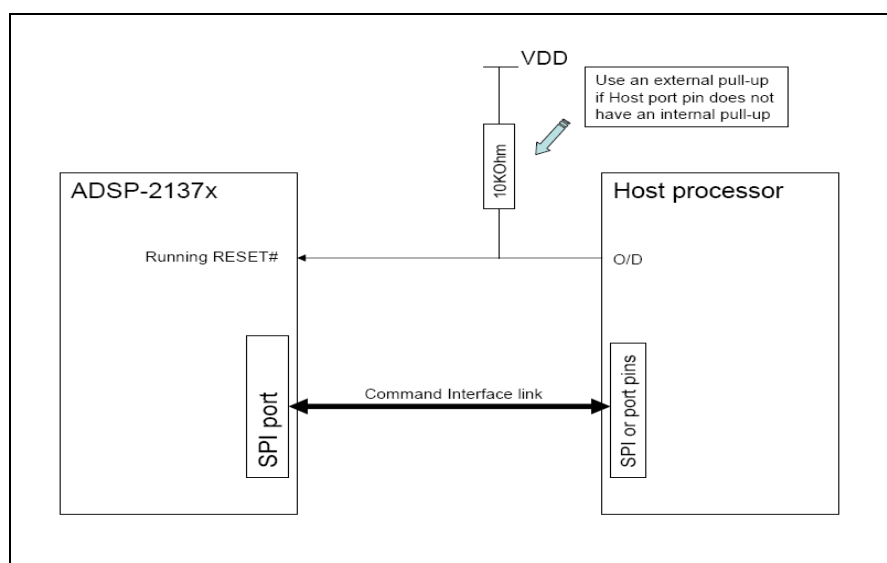

図1. リセット方式の実行を示す一般的なシステム・ブロック図
- もう 1 つの例は、ADSP-2137x SHARC プロセッサ上のランニング・リセット機能と共用される RSTOUT/CLKOUT 信号です(図 1 参照)。/RESET でのパワーオン時に、この信号は RSTOUT 信号として動作します。ソフトウェアを実行してこの信号を入力として設定し、ランニング・リセット信号を動作させます。ADSP-2137x プロセッサ上の RSTOUT/CLKOUT 信号は、ランニング・リセット機能を実行する際に使用して、ホストの OD (オープン・ドレイン)出力から駆動される必要があります。パワーアップ時、この信号は出力として設定されます。この状態は、ソフトウェアからこの信号を入力として設定して、ランニング・リセット信号を動作させるまで続きます。この信号をホストのアクティブ・ドレイン出力に接続すると競合が発生して、ドライバが損傷されます。